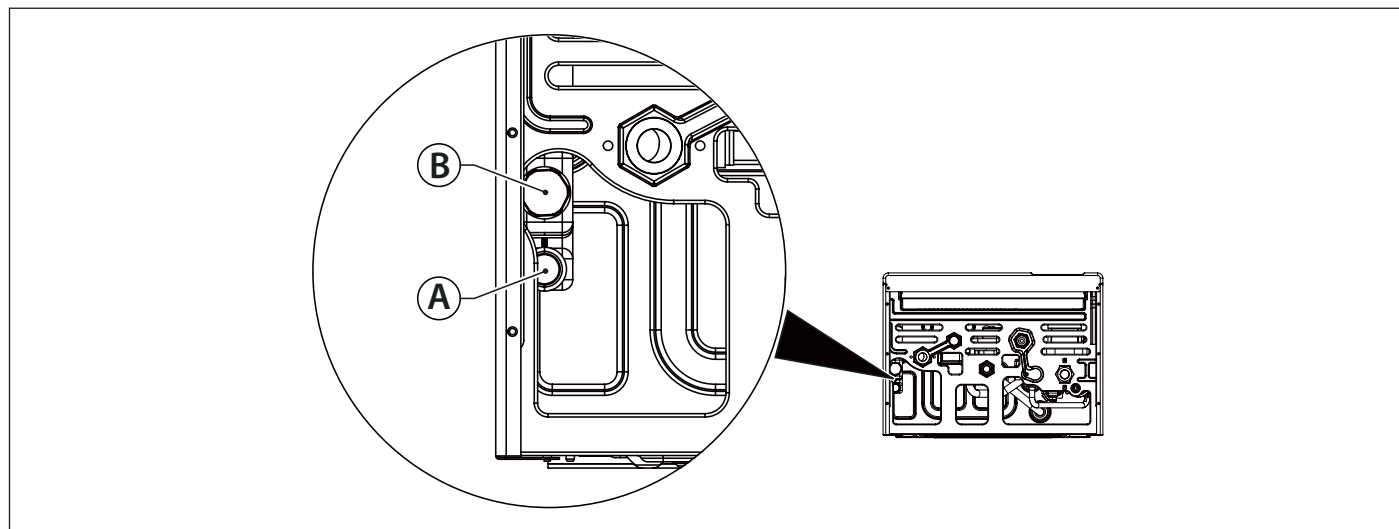

Fig. 23 Evacuare condens
Sistemul de evacuare a condensului trebuie să fie conectat la conexiunea corespunzătoare (A) prevăzută în centrală (vezi Fig. 23 Evacuare condens).